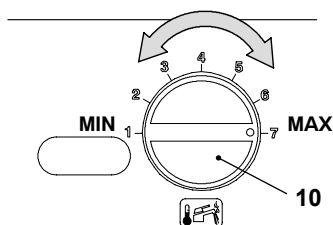

Fig. 9.16
- La potenza termica del riscaldamento può essere variata ruotando la manopola regolazione temperatura sanitaria 10 indicata in Fig. 9.16 .